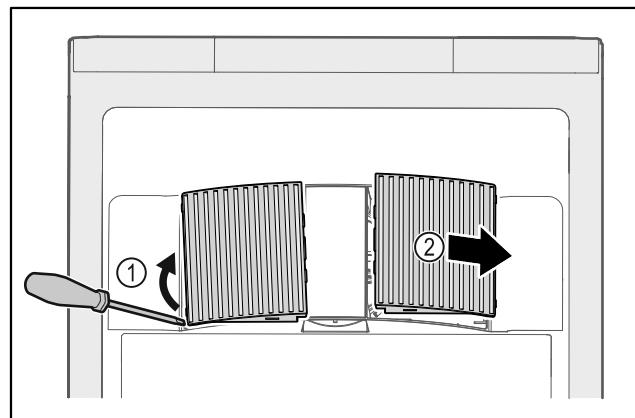

Fig. 144
- Izceliet uzmanīgi ventilatora pārsegus no sāniem Fig. 144 (1) un noņemiet uz priekšu Fig. 144 (2).